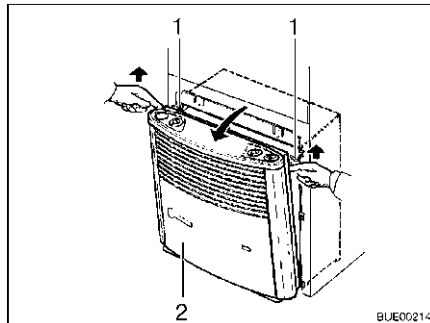

Fig. 114 Rimozione della copertura del riscaldamento
- Rimuovere la copertura del riscaldamento (Fig. 114,2). Tirare verso l'alto, in avanti la copertura, spingere verso l'alto le molle di sostegno (Fig. 114,1) e ribaltare la copertura in avanti.